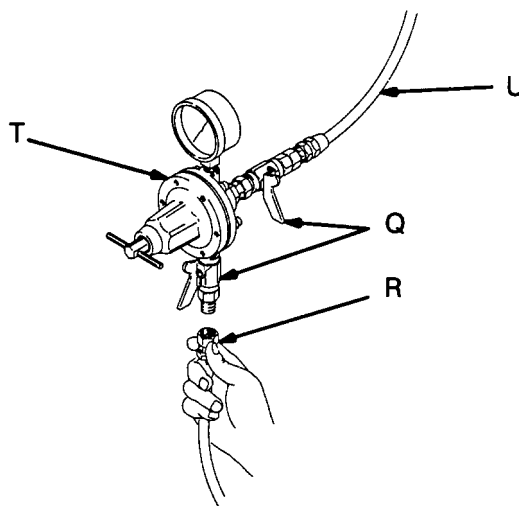

Fig. 4
- Hvis du benytter en membranpumpe i forsyningen av lim til flere pistoler kan det benyttes en væskeregulator (T) for å kontrollere væsketrykket til hver pistol. Se Fig. 4.
- B. Kople den andre enden av væskeslangen (R) til en regulert væsketilførselsledning (U) eller en trykkbeholder (P). Se Fig. 4 eller tegningen av en typisk installasjon på side 6.
MERK: Fig. 4 viser væskeregulatoren (T) og stoppventilene for væske (Q) på væsketilførselsledningen (U).
- B. Kople den andre enden av væskeslangen (M) til et regulert væskeforsyningsrør eller en trykktank. Det vises til Fig. 4 eller Typisk Installasjon på side 6.